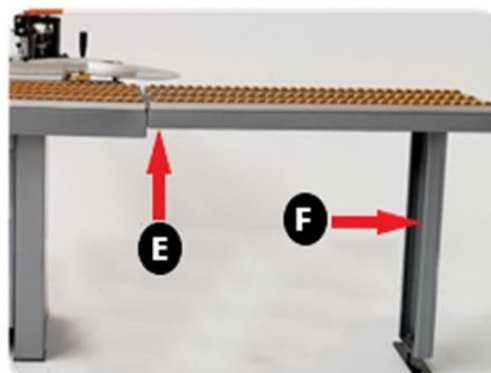

Figura 12 - Fixação da mesa de extensão
- Conectar o plug do Coleiro 1, conforme a **Figura 12**.